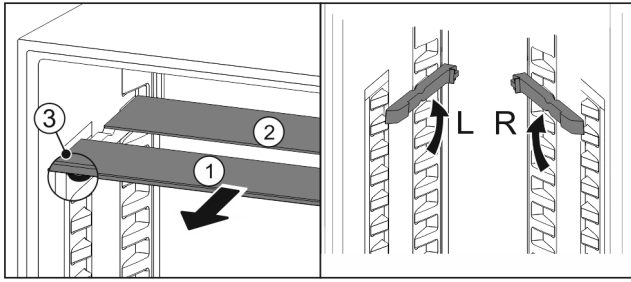

Fig. 112
- Glasplatten einzeln nach vorne herausziehen Fig. 112 (1).
- ▷ Glasplatte Fig. 112 (1) mit Zierleiste liegt vorne.
- ▷ Stopps Fig. 112 (3) zeigen nach unten.